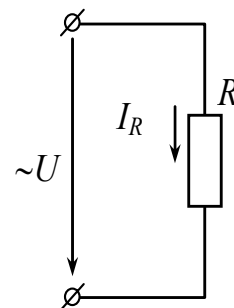

Рис. 2. Электрическая цепь с активным сопротивлением  $R$
**Цепь с резистивным элементом.** Элементы электрической цепи, обладающие только активным сопротивлением  $R$ , называют резисторами (реостат, лампа накаливания). Пусть к зажимам цепи с активным сопротивлением  $R$ , представленной на рис. 2, приложено напряжение  $u = U_{\max} \sin \omega t$ .